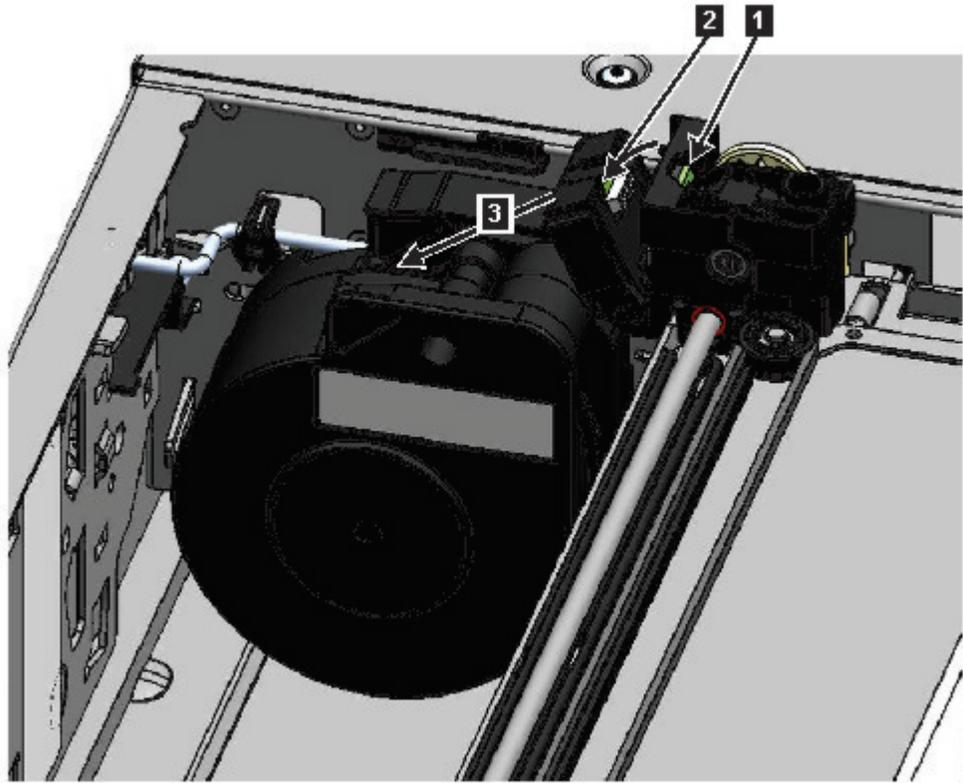

Abbildung 73. Spooling-Kabel entriegeln und in Vorrichtung ablegen
- Drücken Sie oben auf dem Zugriffsmechanismus an der Stelle, an der das Spooling-Kabel angeschlossen wird, auf die Verriegelung (**1** in Abb. 73 auf Seite 147) und drehen Sie dann das Teil nach außen, das das Spooling-Kabel hält (**2**).
- Heben Sie das Spooling-Kabel aus dem Zugriffsmechanismus und legen Sie es in seiner Vorrichtung oben auf dem Spooling-Mechanismus (**3** in Abb. 73 auf Seite 147) ab.